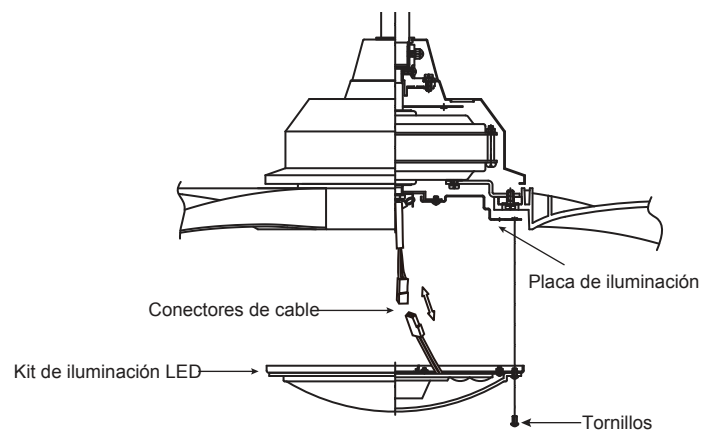

Fig. 17
Paso 1. Afloje los dos tornillos de montaje del lado interno del kit de iluminación LED. (Fig. 17)
Paso 2. Mientras sostiene el kit de iluminación LED por debajo del motor del ventilador, conecte el cableado: (Fig. 17)
Paso 3. Inserte las conexiones en forma ordenada dentro de la placa de iluminación. Coloque el kit de iluminación LED cerca de la placa de iluminación, asegure ajustando los dos tornillos (Fig. 17).